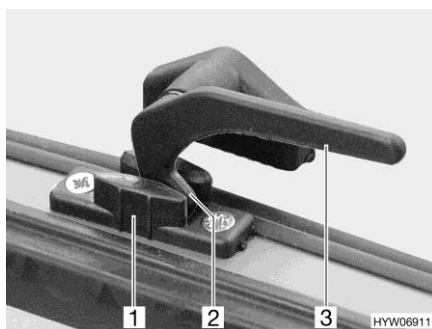

Fig. 66 Leva di serraggio (posizione "Aerazione continua")
- In posizione di "Aerazione continua" (Fig. 66)
- Ruotare tutte le leve di serraggio (Fig. 66,3) di un quarto di giro verso il centro della finestra.
- Girare nuovamente all'indietro tutte le leve di serraggio. Riportare contemporaneamente il nasello di chiusura (Fig. 66,2) nella rientranza della chiusura della finestra (Fig. 66,1).